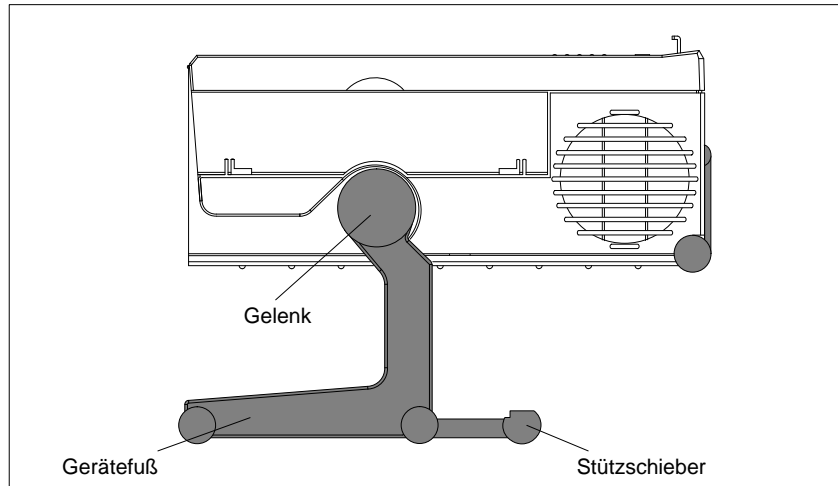

Bild 2-3 Betriebslage waagrecht ohne Tastatur
2. Ziehen Sie den zusätzlichen Stützschieber (siehe Bild 2-3) aus dem hinteren Gerätefuß.
Für diese in Bild 2-3 gezeigte Betriebslage kann die Tastatur abgenommen werden.